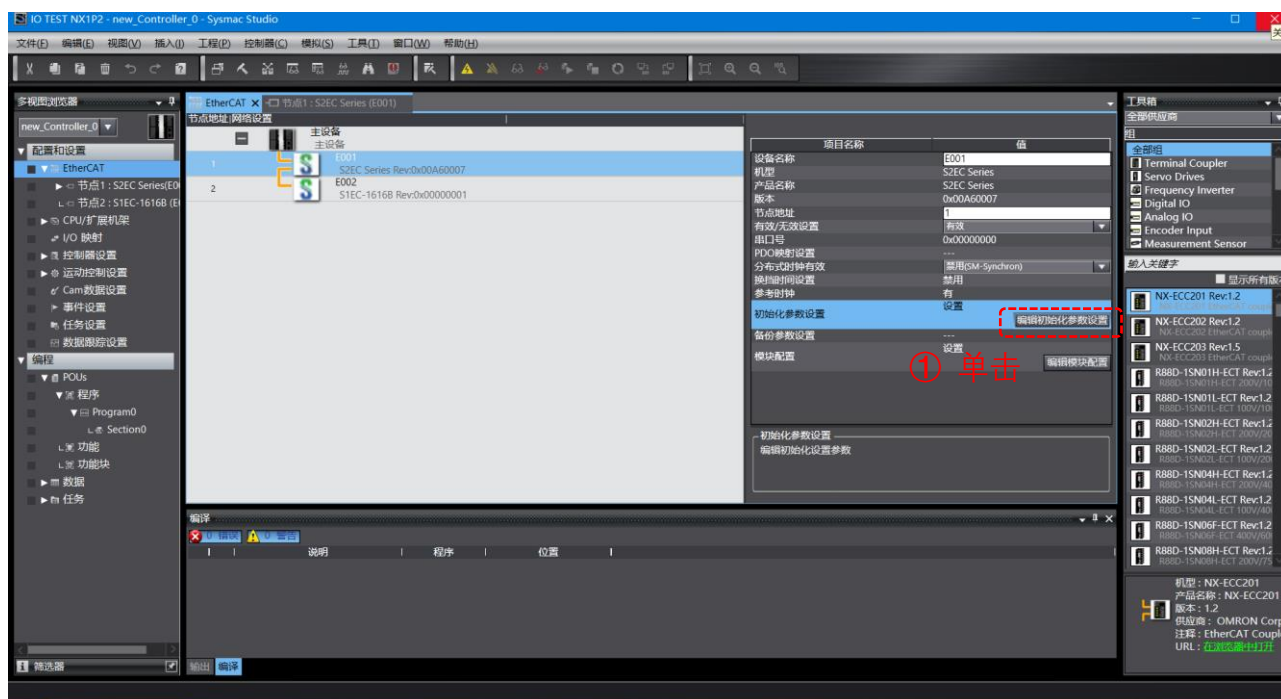

图 3.27
2、初始化参数表编辑法: 点击“编辑初始化参数设置”,如图 3.27